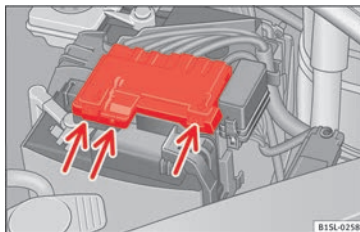

Fig. 113 Nel vano motore: rimuovere la copertura della batteria del veicolo.
- Fare pressione sulle linguette » **fig. 113** (frecce) nel senso indicato dalle frecce ed estrarre verso l'alto la copertura della batteria.